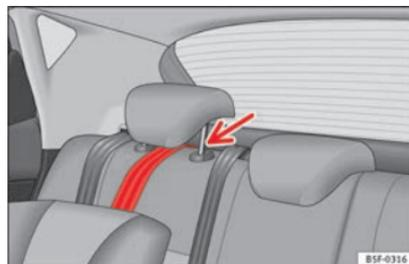

Fig. 33 Cinghia di fissaggio: regolazione corretta e montaggio.
- Collocare la cinghia al di sotto della poggiatesta del sedile posteriore » **fig. 33** (sollevare il poggiatesta se necessario).